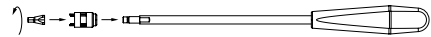

Abb. 9
- Verriegelungsschrauben-Einsetzinstrument handfest zusammenschrauben, siehe Abb. 9.